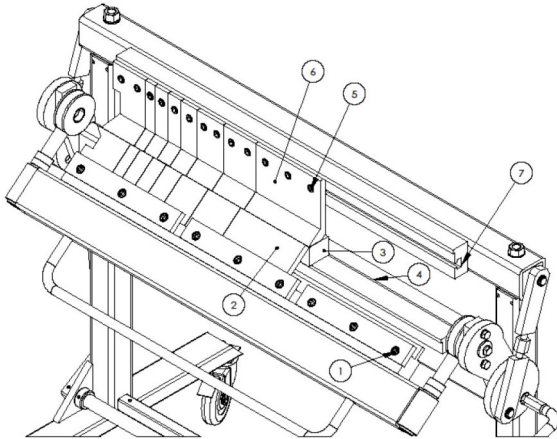

Abb. 16: Biegesegmente wechseln (Abbildung abweichend)
Schritt 2: Durch Betätigung (Rotation) des Spannhebels können Sie das Blech Spannen (Abb. 16).